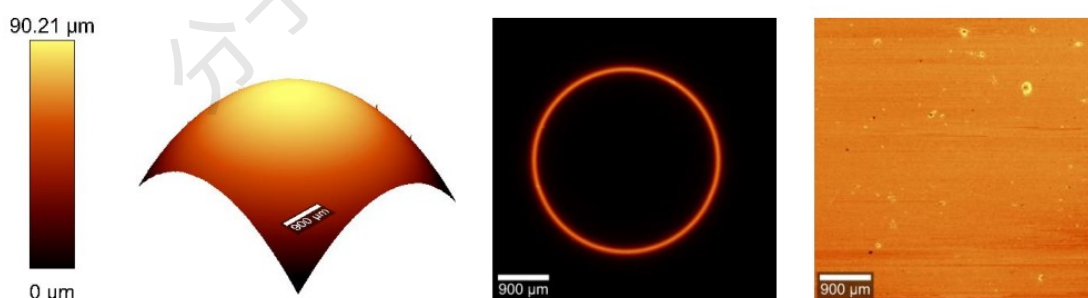

图 6-57 普通成像与 TS 成像
1. TrueSurface (TS)显微选项能确保拉曼成像时根据表面的形貌进行调整。这种方式使用的先进的光学轮廓仪集成在仪器内, 实现同步操作。TS 能够在扫描范围内实现实时的大面积轮廓和拉曼成像, 即使是对于粗糙或倾斜的样品, 也可以帮助解决长时间拉曼成像时周围环境造成的脱焦效应。
2. 图 6-57 在硅透镜上演示了这种功能。左边的图像显示了样品表面的形貌。如果没有 TS, 在测量过程中只有一个平面是聚焦的, 从而产生一个强拉曼信号环(中间)。右边的图像显示了 TS 激活后测量的相同区域, 获得了整个区域上的强拉曼成像。
3. 图 6-57 Si 透镜成像。左: 透镜的表面形貌。中间: 普通的共焦拉曼显微镜只能聚焦一个深度。右图: 与中间的图像相同, 但 TrueSurface 激活后, Si 信号从各个深度都是恒定的, 因为样本表面实时聚焦。